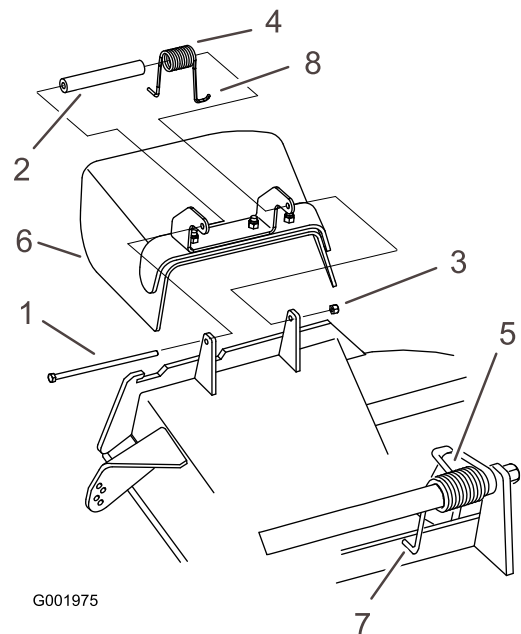

Figura 75
Nota: Asegúrese de colocar un extremo en J del muelle detrás del reborde de la carcasa antes de instalar el perno, según se muestra en Figura 75.
4. Instale el perno y la tuerca. Coloque un extremo en J del muelle alrededor del deflector de hierba (Figura 75).
1. Retire la contratuerca, el perno, el muelle y el espaciador que sujetan el deflector a los soportes de pivote (Figura 75).